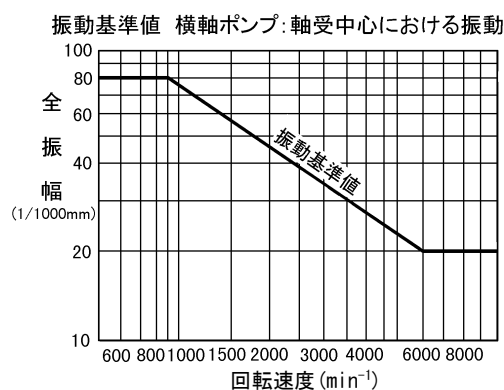

図7
- (2) 軸封はメカニカルシールのため、正常であればほとんど水漏れはありません。運転開始時、少々の水漏れが認められる場合でも、その状態で運転をしばらく持続させると、水漏れが減ります。それでも水漏れが多い場合は、運転を停止して点検してください。
- (3) ポンプが正常で、据付配管工事が正しく施工されている場合の、振動の基準値を図7に示します。振動が大きい場合は、配管の無理などが原因ですので、点検してください。